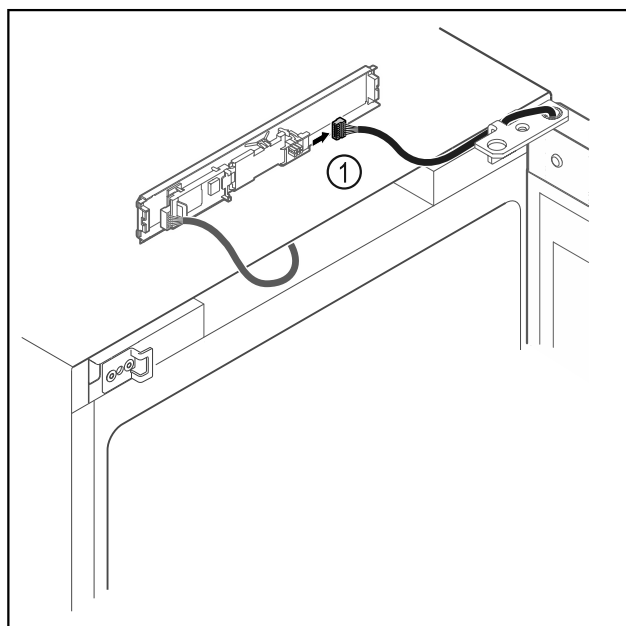

Fig. 18
- Træk stikket ud af Fig. 18 (1) printkortet.